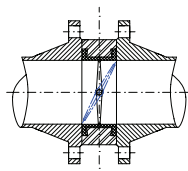

рис. 2
2. Перед началом монтажа убедитесь, что внутренний диаметр фланцев соответствует номинальному диаметру дискового затвора (рис.2). Затворы рекомендуем монтировать таким образом, чтобы шток затвора был в горизонтальном положении ($\pm 30^\circ$) и открытие диска (подъем нижней части диска) осуществлялось «по потоку» (рис. 4). При такой установке взвесь вымывается потоком воды из седлового уплотнения затвора. Установка затвора в положении с вертикальным расположением